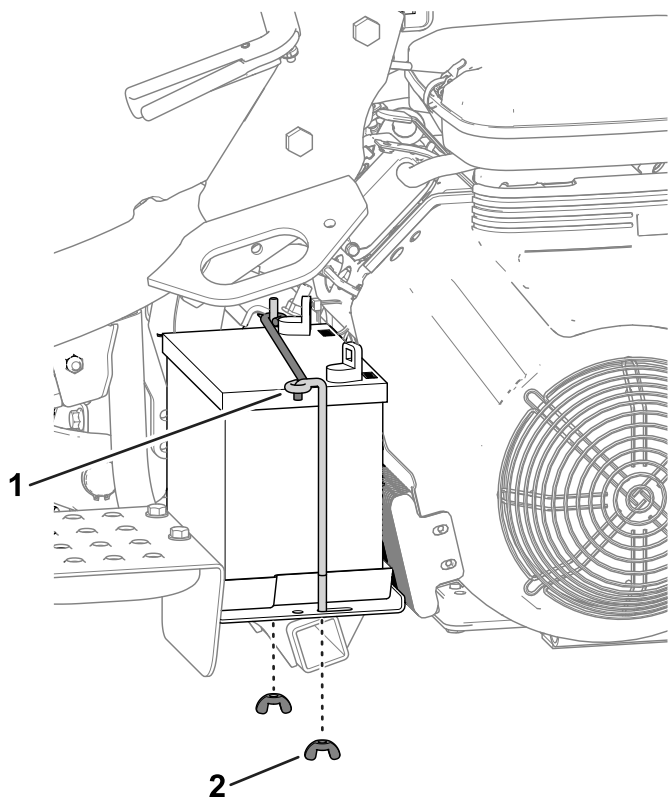

图 39
2. 拆下将电池固定到平台图 39上的蝶形螺帽和杆然后提起电池。
5. 将电池放在电池托盘上用之前拆下的固定杆和紧固件固定 图 39。